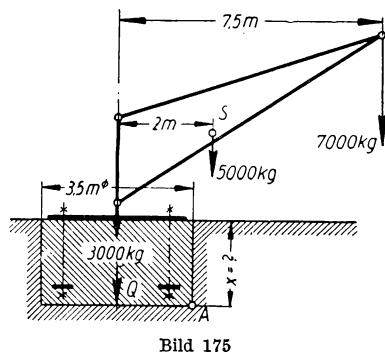

Bild 175
- 310.** Ein frei stehender Drehkran ist nach Bild 175 auf einem zylindrischen Betonfundament von 3,5 m Durchmesser verankert. Die Nutzlast 7000 kg hat 7,5 m Ausladung. Das Eigengewicht des schwenkbaren Krangerüsts beträgt 5000 kg, das Gewicht der Säule und Grundplatte 3000 kg. a) Wie schwer muß der Betonkörper Q sein, damit er das Kippen des Krans um die Kante A gerade verhindert? Der Widerstand des umgebenden Erdreichs werde vernachlässigt. b) Welche Tiefe x muß der Betonkörper erhalten, wenn er doppelt so schwer, als zur Standsicherung gerade erforderlich, ausgeführt wird? Die Wichte des Betons ist 2300 kg/m³.